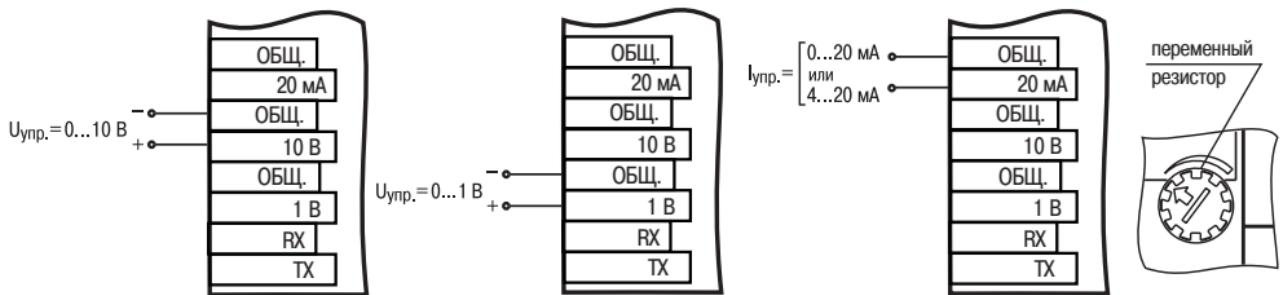

Рисунок 3.10
3.4 Для управления блоком может быть применен унифицированный токовый сигнал 0(4)...20 мА, унифицированное напряжение 0...10 В, унифицированное напряжение 0...1 В или ручная регулировка при помощи регулятора на передней панели (рисунок 3.10). Выбор